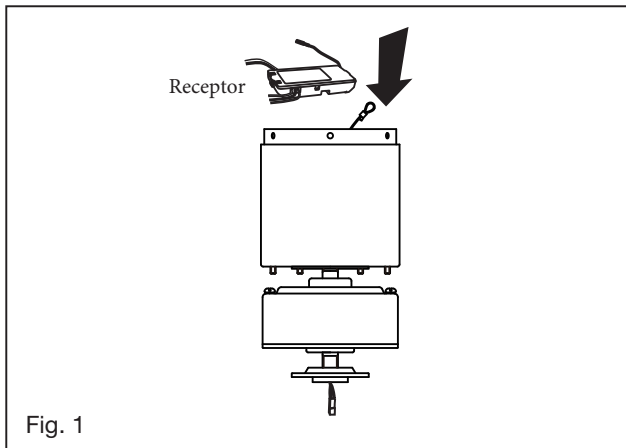

Fig. 1
1. Inserte el receptor en la carcasa del motor con el lado plano del receptor hacia el techo. (Fig. 1) Para obtener el mejor rendimiento, asegúrese de que la antena negra y la antena WIFI, en el extremo del receptor, permanezcan extendidas y sin enredarse con ninguno de los cables eléctricos.